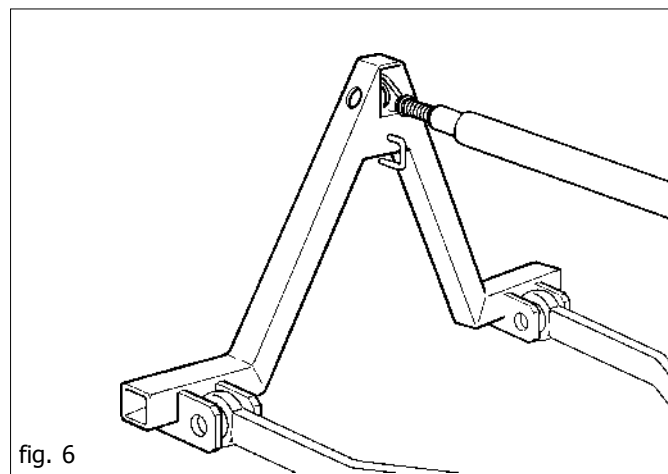

fig. 6
- 1) Der Schlepper muß mit einem Frontkraftheber ausgerüstet sein, an den das Schnellkuppeldreieck angebaut wird (Abb. 6).